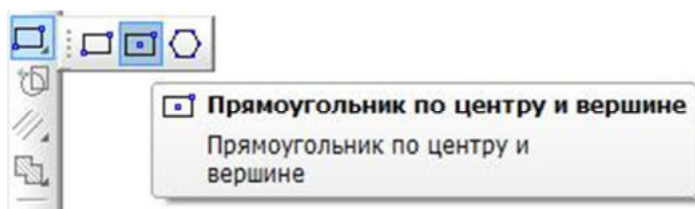

Рис. 3
7. вызовите **Панель расширенных команд** кнопки **Прямоугольник** и выберите **по центру и вершине** (рис. 3);